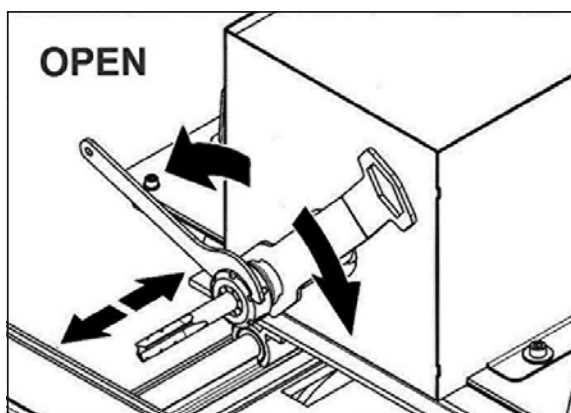

Fig.5
- Voor het wisselen van gereedschap (A) moet de machine volledig stilstaan en de hoofdschakelaar van de machine te worden uitgeschakeld.
- Verwijder eerst de beschermkap (E) door de bouten (F) los te schroeven.
- Schroef de klemmoer (D) los met bijgeleverde sleutels (B) en (C) zodat het gereedschap uit de spankop kan geschoven worden. (Fig 5)